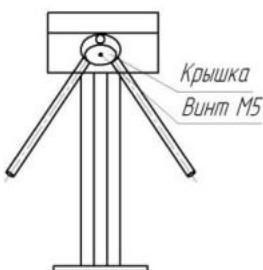

Рис.1 Установка штанги
6.4 Установите штанги. Для этого снимите крышку поворотного механизма, открутив винт M5 (рис.1). Закрепите штанги болтами M10, входящими в комплект штанг.